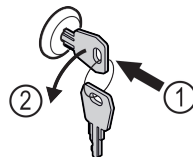

Fig. 159
- ▶ Вставьте ключ. *Fig. 159 (1)*
- ▶ Поверните ключ на 90° против часовой стрелки. *Fig. 159 (2)*